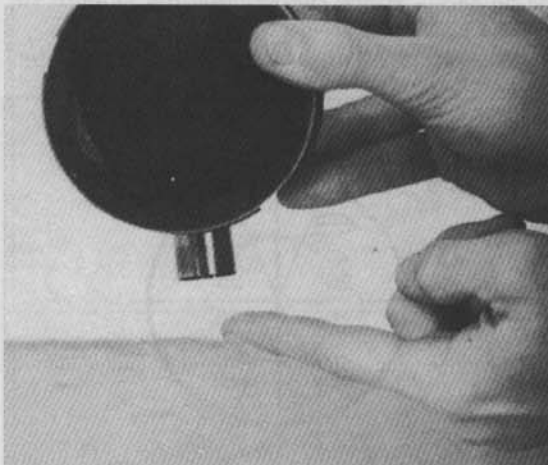

Bild 152
-  Kolbenbolzen darf leicht eingeölt weder im Pleuel noch im Kolben Spiel aufweisen und muss frei beweglich sein (Bild 152).